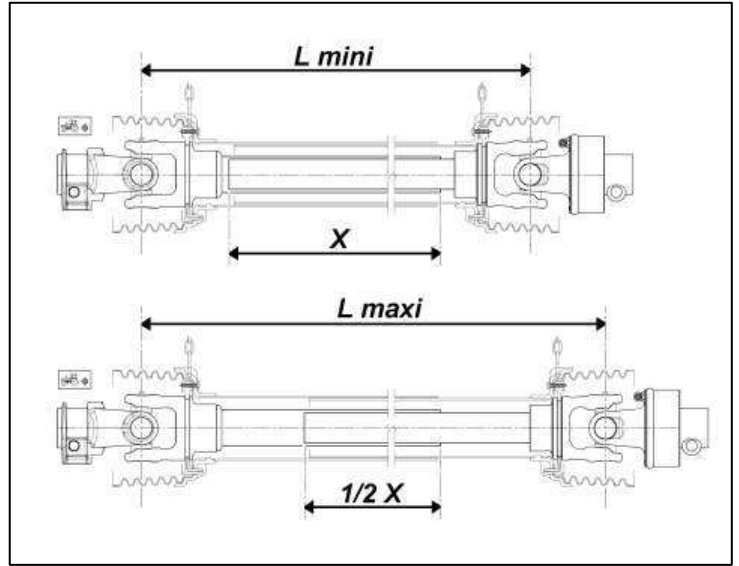
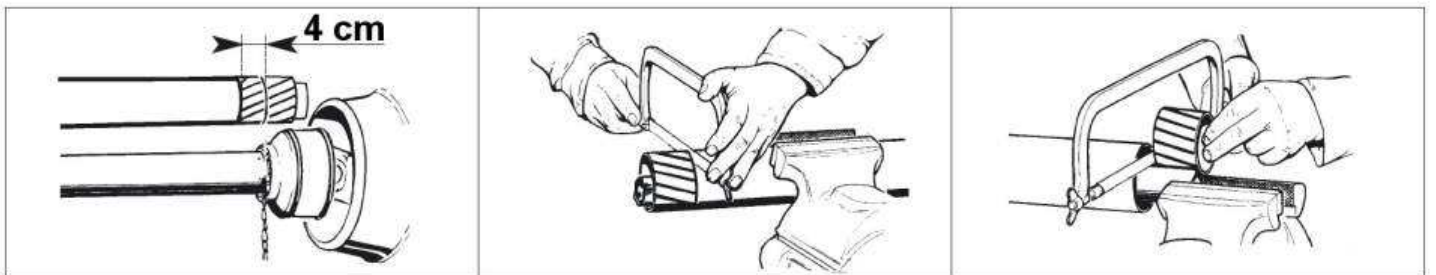

Fig. 2
Fig. 3
Para evitar los riesgos de colisión en el plegado del chasis entre la cabeza del trazador y el disco del otro trazador, respetar siempre la distancia mínima de **400 mm** durante la regulación (fig. 2).
1. Accionar el replegado de los trazadores (fig.3).
Pour la longueur maximale (fig. 2), le recouvrement mini doit être égal à la moitié de la valeur d'emboîtement totale X.
Pour la longueur minimale (fig. 2), respectez une cote de 4 cm à chaque bout (fig. 3).